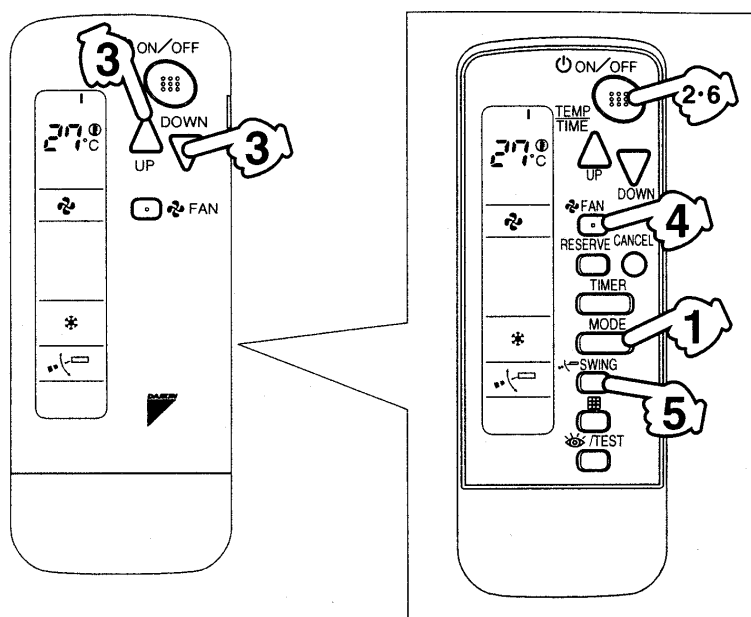

Рис. 3
**Режимы: ОХЛАЖДЕНИЕ, НАГРЕВ, АВТО, ТОЛЬКО ВЕНТИЛЯТОР** (см.рис. 3, 4)